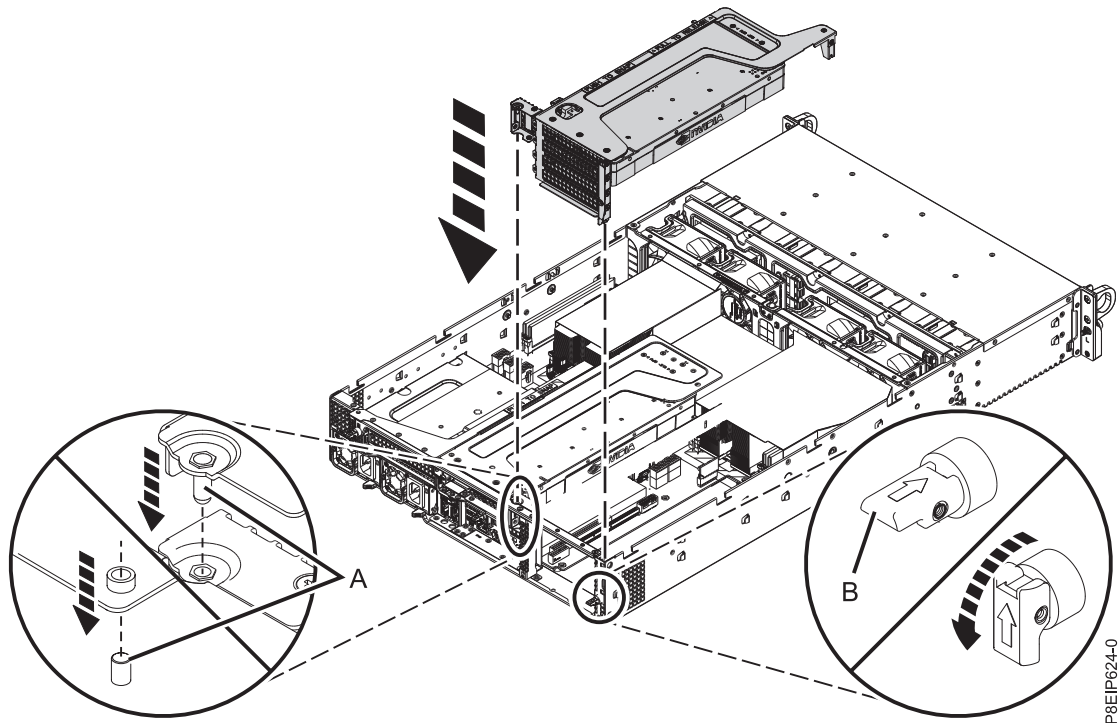

Figure 58. Insertion d'un connecteur de bus de carte PCIe
- f. Insérez le connecteur de bus PCIe comme indiqué dans la figure 58, à la page 49.
- 1) Rétractez la goupille de retenue (B) de manière à ce que la flèche pointe vers le système.
- 2) Insérez le connecteur de bus en utilisant les emplacements et les broches d'alignement (A) pour insérer correctement le connecteur de bus. Poussez le connecteur de bus fermement dans le fond de panier système.
- 3) Mettez en place la goupille de retenue (B) pour sécuriser le connecteur de bus.